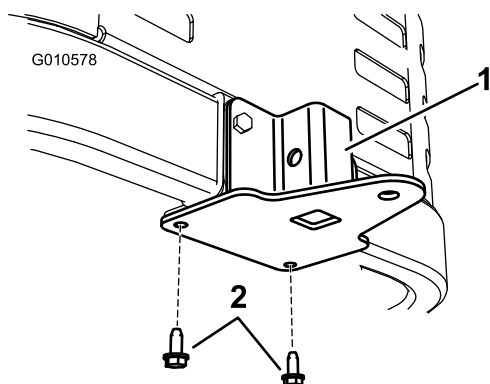

Figura 12
2. Assicurate la staffa di supporto alla parte inferiore del telaio della macchina con due viti autofilettanti (5/16 x 3/4 pollice), montate da sotto come illustrato nella Figura 12.